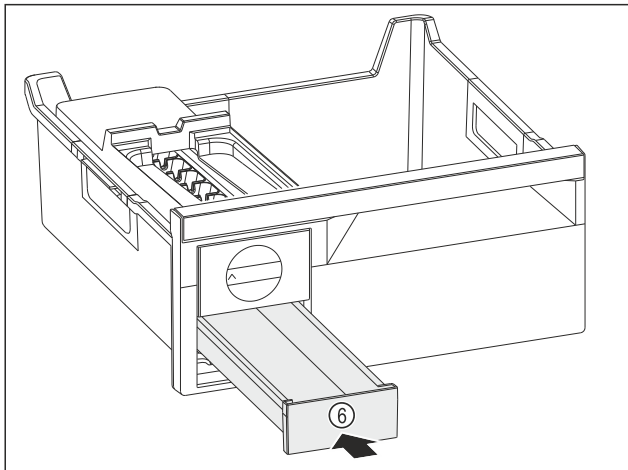

Fig. 150
- ▶ Skub isterningskuffen Fig. 150 (6) ind.